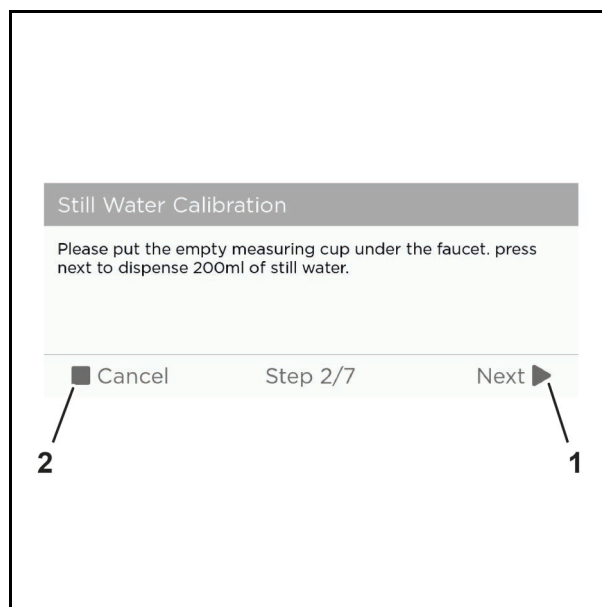

Abb. 58 Beispielgrafik
3. Tippen Sie auf die Schaltfläche "Next" (Abb. 58/1), um mit der Kalibrierung fortzufahren oder "Cancel" (Abb. 58/2), um die Kalibrierung abzu-brechen.